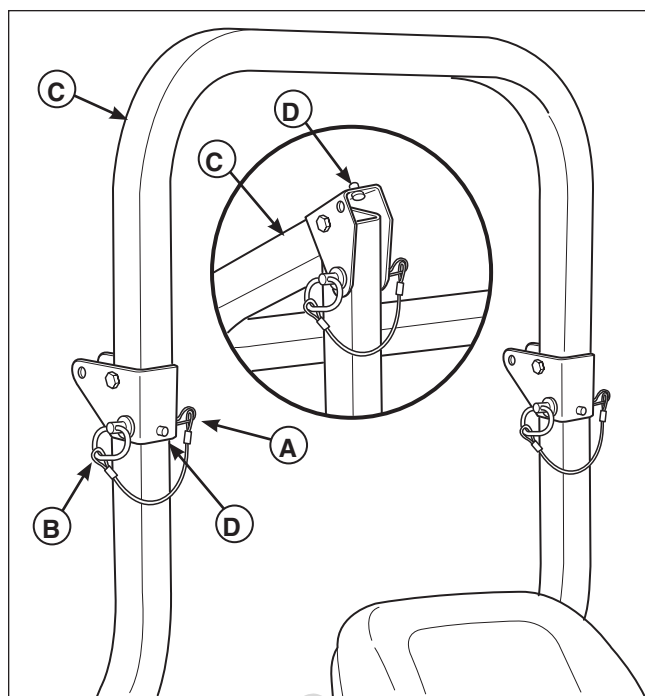
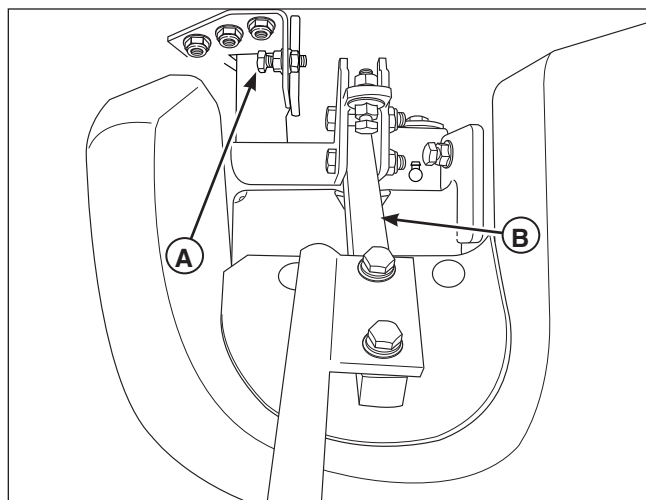

Figure 11. Montée et abaissement de l'arceau de sécurité
Figure 15. Réglage de la vitesse maximum
1. Sortir les goupilles en épingles à cheveux (A, figure 11) des goupilles de retenue (B).
2. Pousser ou tirer le haut de l'arceau de sécurité (C) vers l'avant contre les butées en caoutchouc (D) et retirer les goupilles de retenue (B).
3. Abaisser l'arceau de sécurité et remonter les goupilles de retenue et les goupilles en épingles à cheveux pour fixer l'arceau de sécurité en position abaissée (voir encadré, figure 15).
Si la tondeuse autoportée tire vers la droite ou vers la gauche lorsque les leviers de commande de vitesse de déplacement sont en position avant maximum, la vitesse maximum de chacun de ces leviers peut être équilibrée en tournant le ou les boutons de réglage (A, figure 15). Régler uniquement la vitesse de la roue qui se déplace plus vite.